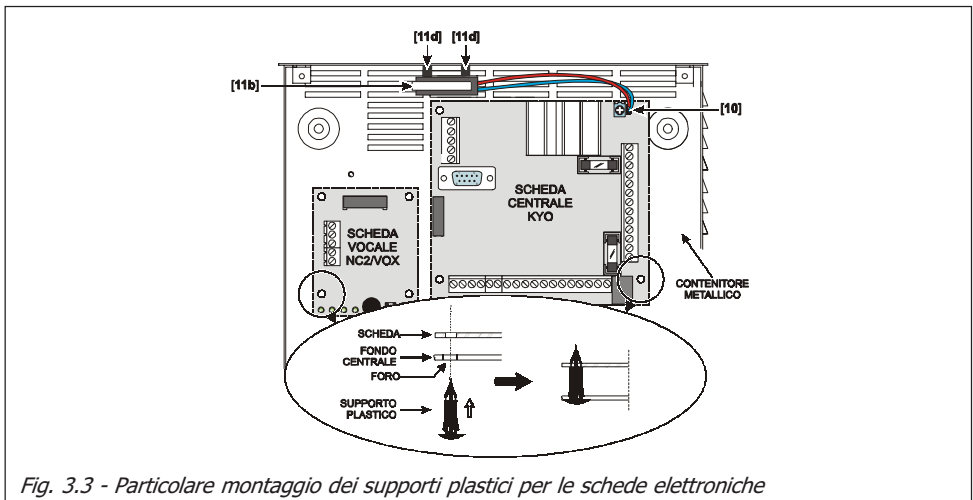

Fig. 3.3 - Particolare montaggio dei supporti plastici per le schede elettroniche
1. Inserire i 4 supporti plastici [3a] negli appositi fori presenti sul fondo del contenitore, quindi fissare la Scheda Elettronica come visibile in Fig. 3.3. Se è prevista anche la scheda vocale NC2/VOX, inserire anche per questa i supporti [3a] e fissarla con i LEDs rivolti verso il basso.
4. Collegare il secondario del trasformatore (cavetti **GIALLI**) sui morsetti n. 30-31 (AC) della Scheda Elettronica.
5. Se previsto, montare il Microswitch antiapertura [11b] come visibile in Fig. 3.3, dopo aver inserito i due distanziatori plastici [11d] forniti in dotazione. Fissare quindi il Microswitch con gli appositi dadi M3 in dotazione e collegare il cavetto al connettore [10].
2. Inserire i 4 supporti plastici [3a] negli appositi fori presenti sul fondo del contenitore, quindi fissare la Scheda Elettronica come visibile in Fig. 3.3. Se è prevista anche la scheda vocale NC2/VOX, inserire anche per questa i supporti [3a] e fissarla con i LEDs rivolti a sinistra.
6. Se previsto, montare il Microswitch antiapertura [11b] come visibile in Fig. 3.3, dopo aver inserito i due distanziatori plastici [11d] forniti in dotazione. Fissare quindi il Microswitch con gli appositi dadi M3 in dotazione e collegare il cavetto al connettore [10].